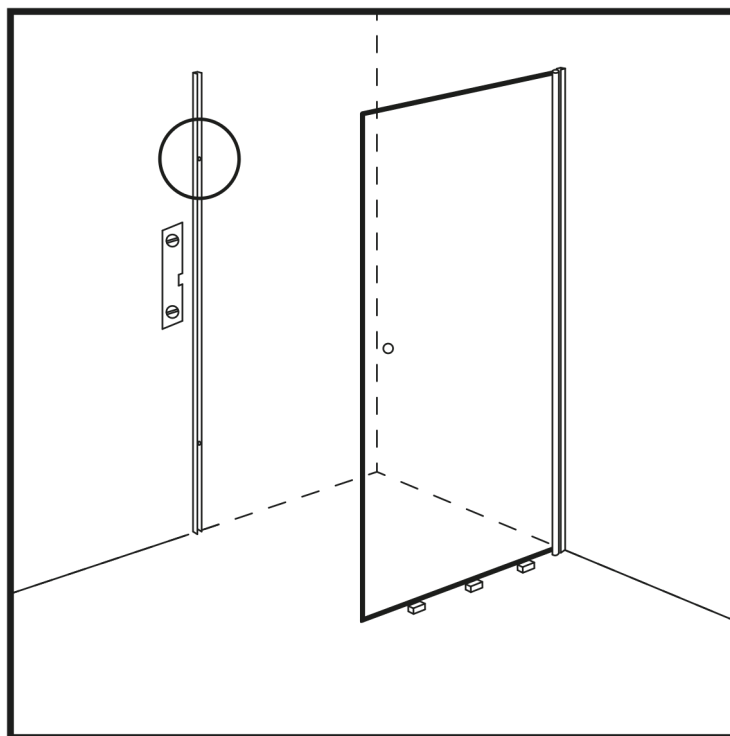

Abbildung 10
19. Die längere U-Leiste mit Hilfe einer Wasserwaage senkrecht an der Wand anbringen, so dass die Kante der U-Leiste mit dem markierten Punkt übereinstimmt und das Ende der Leiste am Bodenrand anliegt. Markieren Sie die Löcher in der Leiste (die Stellen der Dübellöcher) an der Wand und entfernen Sie die Leiste. Wenn die Markierungen an den Kanten der Keramikfliesen zu liegen kommen, versuchen Sie, den Streifen in die andere Richtung zu drehen und die Markierungen zu wiederholen. (Abbildung 10)